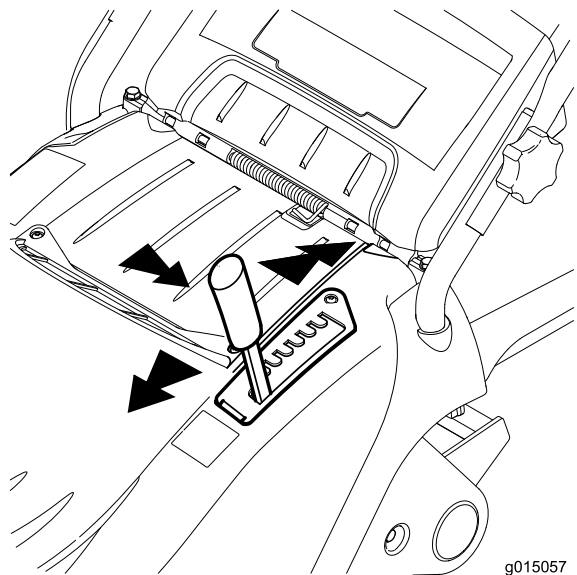

Figure 13
2. Tirez le levier de hauteur de coupe hors du cran de réglage et déplacez-le vers la fente voulue, en avant ou en arrière (Figure 13).